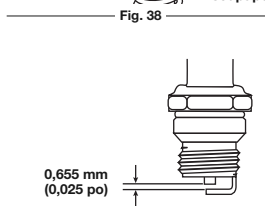

Fig. 39
4. Remplacez toute bougie fendillée, encrassée ou sale. Réglez l'écartement à **0,655 mm (0,025 po)** à l'aide d'une jauge d'épaisseur (Fig. 39).